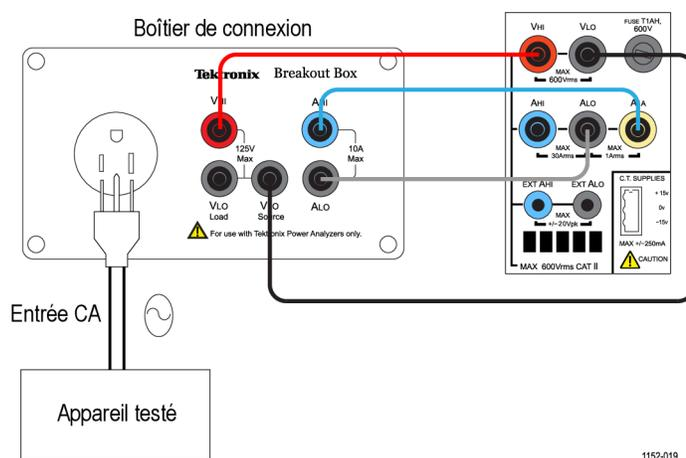

Figure 54 : Mesures en mode veille - Schéma de câblage
- Connectez l'appareil testé en utilisant le boîtier de connexion Tektronix (BB1000). Voir le schéma de câblage ci-dessous. (Voir figure 54.)